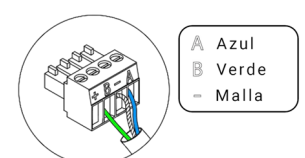

Fig. 73
Para la conexión al bus máquina de la central (2) dispone de 1 borna de 4 pines. Fije los cables con los tornillos de la borna respetando el código de colore (Fig. 73). Utilice la malla únicamente en el conector del lado de la central.